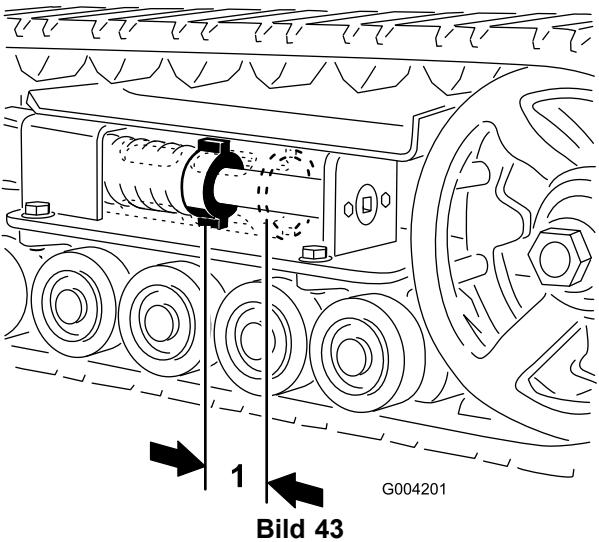

**Bild 44**
3. Entfernen Sie die Befestigungsschraube und Mutter (Bild 44).
5. Richten Sie die am nächsten liegende Kerbe in der Spannschraube mit dem Loch der Befestigungsschraube aus und befestigen Sie die Schraube mit der Befestigungsschraube und Mutter (Bild 44).
4. Lösen Sie die Antriebsspannung mit einem Sechskantschlüssel (1/2 Zoll), indem Sie die Spannschraube nach rechts drehen (Bild 44 und Bild 45).
4. Lösen Sie die Antriebsspannung mit einem Sechskantschlüssel (1/2 Zoll), indem Sie die Spannschraube nach rechts drehen (Bild 44 und Bild 46).